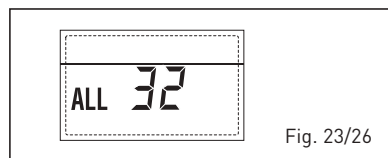

Fig. 23/26
- ANOMALIA COMUNICAZIONE SCHEDINO RS-485 IN MODALITA' MODBUS "ALL 33" (fig. 23/27)